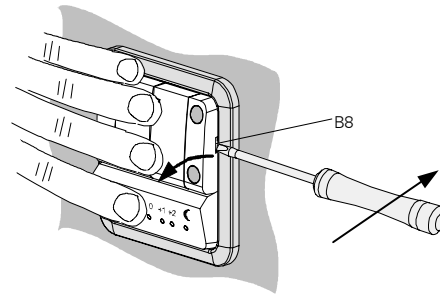

Bild 4: Herausdrücken der Tastervippen
- Bei Verwendung der Befestigungsschrauben (B6) zuerst die Tastervippen (B5) gemeinsam herausdrücken. Schraubendreher zwischen den Rahmen in die Aussparung (B8) in der Tastervippe (B5) stecken und die Tastervippen heraushebeln (Bild 4). Wichtig dabei: Das Tastermodul (B4), die Tastervippen (B5) plus Rahmen (B2) festhalten / andrücken.